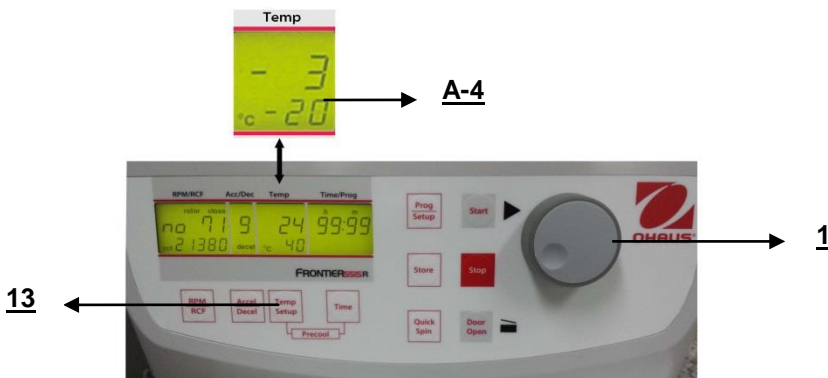

Figure. 19
Cette fonction est activée par la touche "Temp/Setup" (13). Après avoir appuyé sur cette touche de l'affichage "Time/Prog", l'indication "°C" (A-4) clignote. Avec le bouton de réglage (1), la température de test désirée peut être présélectionnée par incréments de 1 °C dans la plage de -20 °C à +40 °C. La valeur est indiquée en permanence sur l'affichage (figure 19), avant, pendant et après la centrifugation. Prendre note des températures les plus basses des rotors à la vitesse maximum !